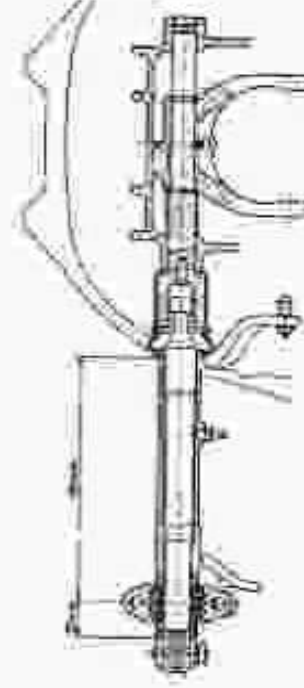

Fig. 12. — Vue en coupe de la commande de débrayage.
- Régler le jeu d'armement de 100 mm entre la face de l'axe, entre l'arbre d'embrayage et le centre de la bague en faisant passer sur l'arbre fig. 12.